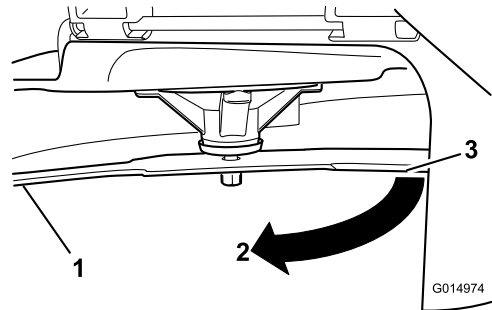

Figure 103
4. Tournez la même lame de 180 degrés pour amener l'autre tranchant à la même position (Figure 103).